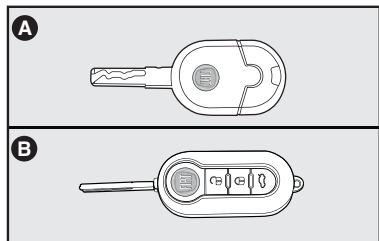

fig. 1
CHAVES - fig. 1
- Duas chaves **A** ou **B**- fig. 1.
A chave de ignição possui predisposição para instalação de telecomando a distância **A**-fig. 1.